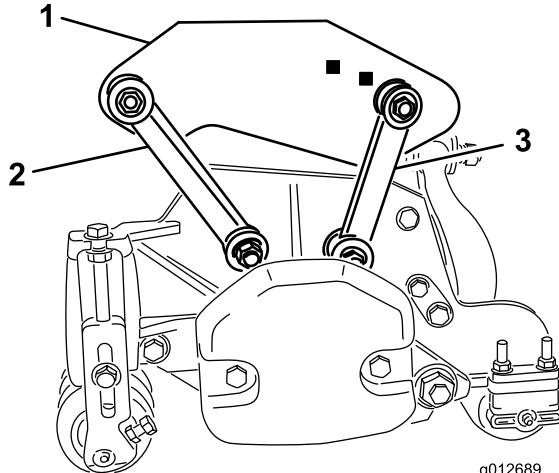

図 19
- ・ 前取り付けリンクをキャリアフレームの穴に固定する；ボルト（3/8 x 2-1/4 インチ）1本、平ワッシャ2枚、ロックナット1個を使用して図 19のように取り付ける。
- ・ 後取り付けリンクを後部のキャリアフレームに固定する；ボルト（3/8 x 2-1/4 インチ）1本、平ワッシャ2枚、ロックナット1個を使用して図 19のように取り付ける。取り付ける時にリンクの各側にワッシャを入れる。4.3 kg.mにトルク締めする。